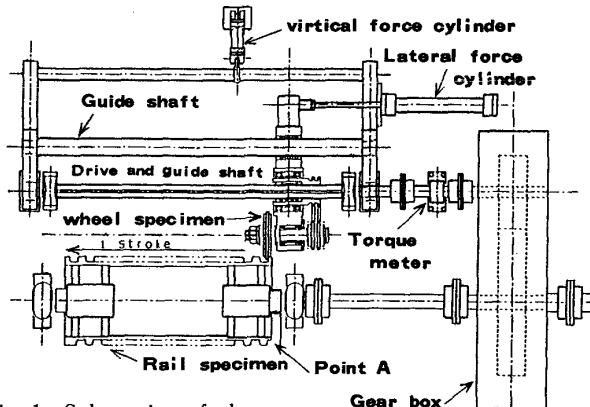

Fig.1 Schematics of the Lubrication Performance Test Machine.
2. 実験方法 Fig.1のようにスクリュをレール試験片、ディスクを車輪試験片とし、その接触部は実物の1/4形状となっている。潤滑剤はレール試験片上のPoint Aに供給される。そして、車輪試験片をレール試験片に押し付けて回転させ、車輪試験片軸の回転トルクを測定する。実験条件はTable 2に示す。